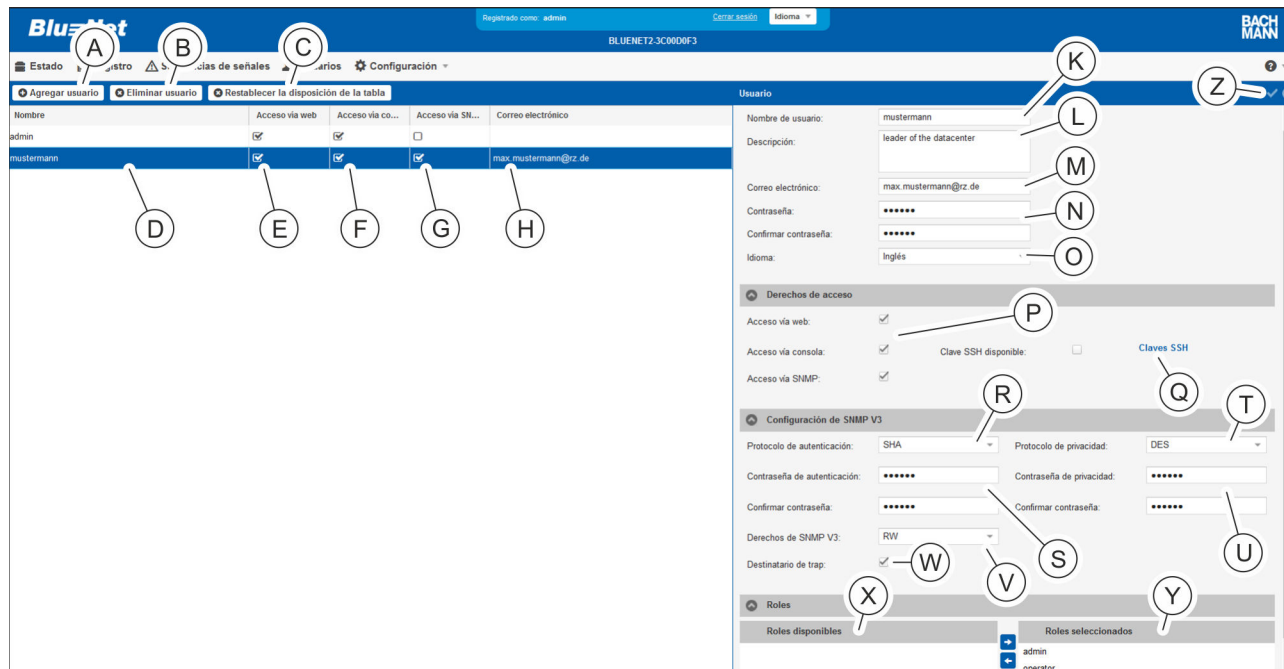
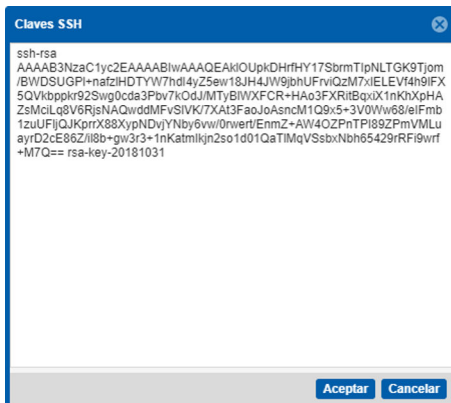

Fig. 136: Menú "Usuarios"
Fig. 137: Agregar una clave SSH
2. ➤ Con el botón "Agregar usuario" (Fig. 136/Ⓐ), cree un nuevo usuario.
Para modificar un usuario existente, seleccione el usuario correspondiente en la lista (Fig. 136/Ⓒ).
3. ➤ Introduzca el nombre de usuario (Fig. 136/Ⓣ).
4. ➤ En caso necesario, introduzca una descripción del usuario (Fig. 136/Ⓚ).
5. ➤ Introduzca una dirección de correo electrónico (Fig. 136/Ⓛ).
6. ➤ Introduzca la contraseña para acceder a la PDU y confírmela (Fig. 136/Ⓜ).
7. ➤ Seleccione el idioma (Fig. 136/Ⓝ).
8. ➤ Con las casillas de verificación correspondientes, conceda derechos de acceso para "Acceso vía web", "Acceso vía consola" o "Acceso vía SNMP" (Fig. 136/Ⓞ).
9. Con el botón "Claves SSH" pueden guardarse claves SSH para iniciar sesiones por SSH con contraseña (Fig. 136/Ⓢ). Copie una o varias claves SSH en la ventana "Claves SSH" (Fig. 137) y confírmelas con el botón "OK".
10. En el campo "Configuración de SNMP V3", seleccione un protocolo de autenticación en caso necesario (Fig. 136/Ⓢ).
11. Introduzca la contraseña de autenticación y confírmela (Fig. 136/Ⓢ).
12. En caso necesario, seleccione un protocolo de privacidad (Fig. 136/Ⓢ).
13. Introduzca una contraseña de privacidad y confírmela (Fig. 136/Ⓢ).
14. Asigne derechos de SNMP V3 (Fig. 136/Ⓢ).
15. Marque la casilla de verificación "Destinatario de trap" si desea que el usuario esté disponible como destinatario de trap (Fig. 136/Ⓢ).
- 16. En el campo "Roles disponibles" (Fig. 136/⊗) seleccione un rol de usuario y arrástrelo hasta el campo "Roles seleccionados" (Fig. 136/⊙) mediante el botón "→".
- 17. Guarde la configuración con el botón "Guardar" (Fig. 136/⊗).
*Para eliminar un usuario existente, seleccione el usuario que desee (Fig. 136/⊙) y haga clic en el botón "Eliminar usuario" (Fig. 136/⊙). A continuación, aparece un cuadro de diálogo con una pregunta que debe confirmarse.*